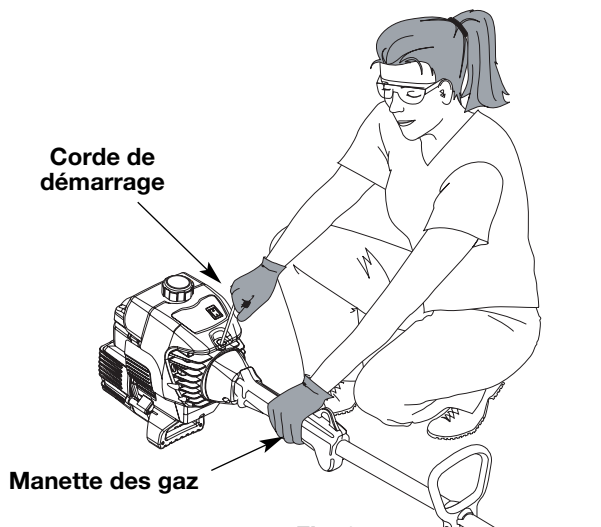

Fig. 8
**AVERTISSEMENT:** évitez tout démarrage accidentel. Tenez-vous en position de démarrage lorsque vous tirez sur la corde de démarrage (Fig. 8). L'opérateur et l'appareil doivent tous deux être en position stable pour éviter des blessures graves.
5. Levez-vous en position de démarrage (Fig. 8) et appuyez sur la manette des gaz. Tirez sèchement sur le cordon de démarrage jusqu'à 3 fois.